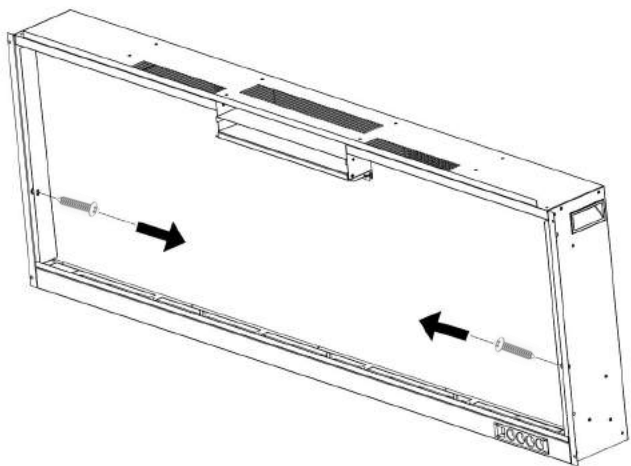

Fig. 2-1
A. Entfernen Sie die Schrauben (1 pro Seite) an den Seiten des Kamins. Legen Sie die Schrauben beiseite (**Abb. 2-1**).